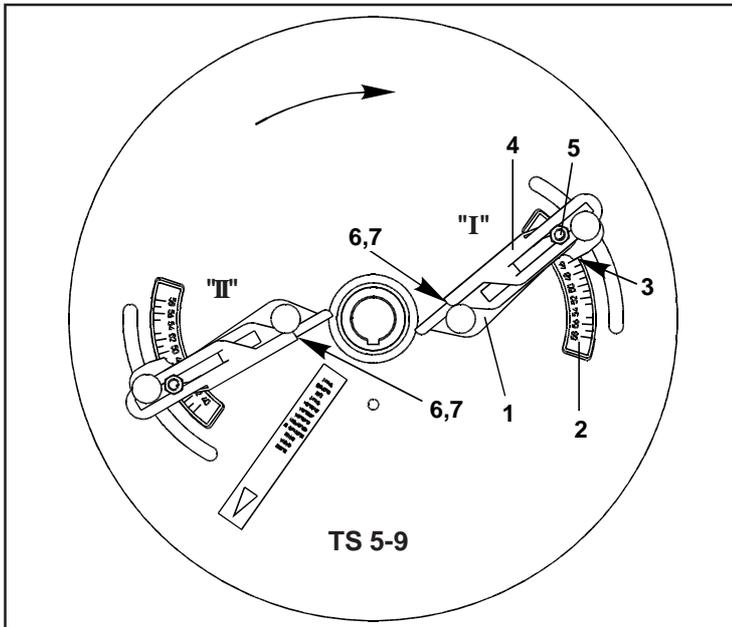

Fig. 7.23
- Réglez l'arrête de lecture (fig. 7.23/7) de l'aube « I » sur "C" bloquez en position l'extrémité de l'aube. Réglez et bloquez en position, l'aube « I » sur la graduation « 49 ».
- Réglez l'arrête de lecture (fig. 7.23/7) de l'aube « II » sur "D" puis bloquez l'extrémité de l'aube en position. Réglez et bloquez en position l'aube « II » sur la graduation « 52 ».